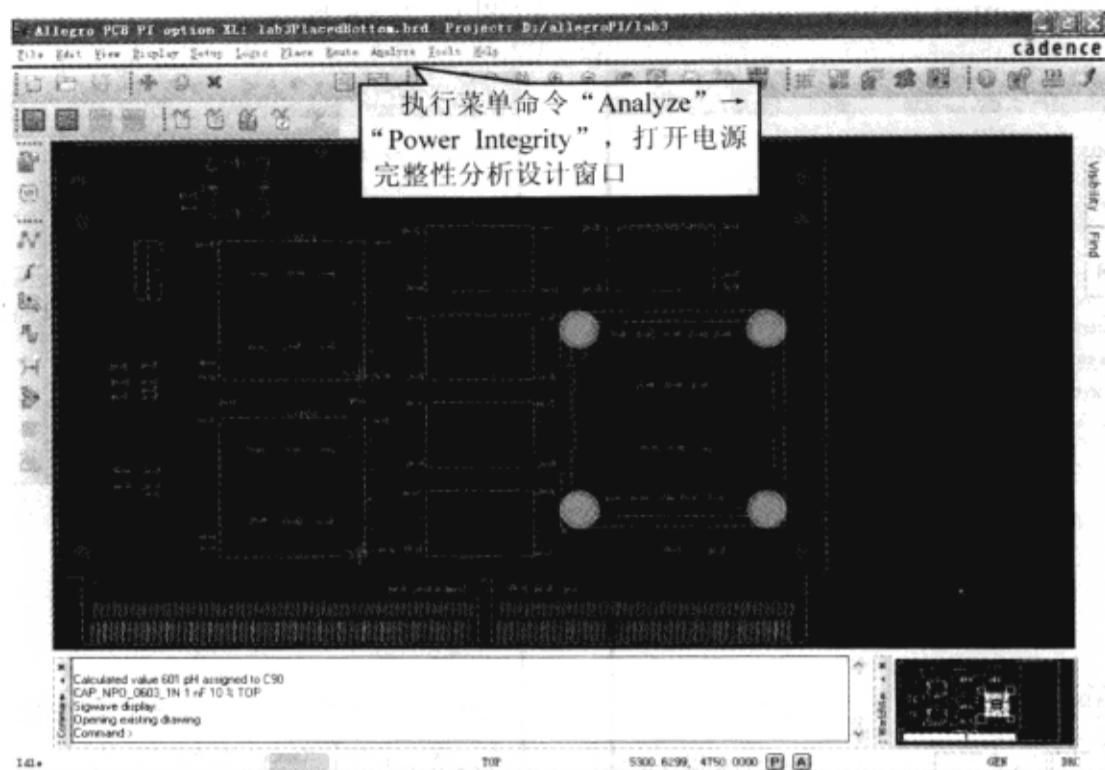

图 9-7-63 打开电路板文件
(3) 双击 lab3PlacedBottom.brd, 打开这个 PCB 文件。因为 lab3PlacedBottom.brd 电路板文件位于相同的目录下, 因此不需要对当前的工程目录进行修改, 如图 9-7-63 所示。